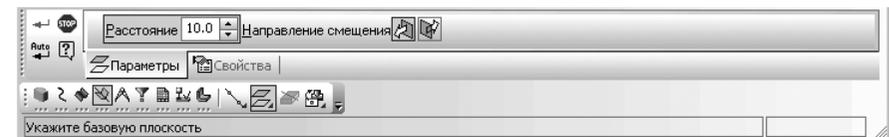

Рис. 8.2. **Панель свойств: Смещенная плоскость**, **Компактная панель** и строка сообщений
- переместите указатель мыши с нажатой левой кнопкой мыши на кнопку  – **Смещенная плоскость** и отпустите кнопку мыши. Появится соответствующая **Панель свойств: Смещенная плоскость**, показанная на рис. 8.2.